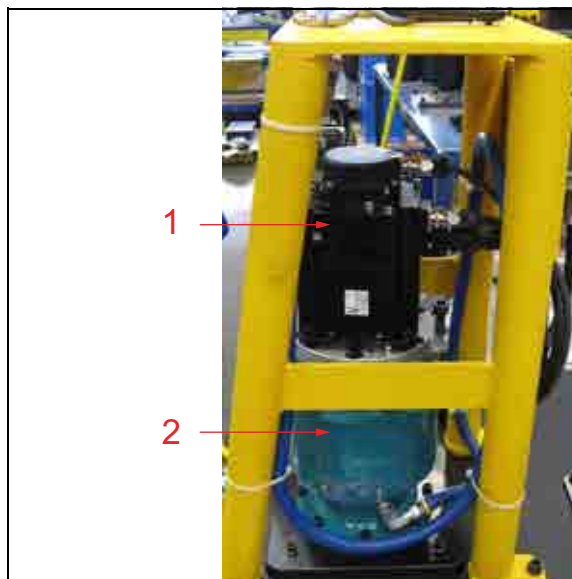

Рис. 4-40. СЕРВОДВИГАТЕЛЬ И РЕДУКТОР
- Снимите серводвигатель и планетарный редуктор (см. Рис. 4-40).